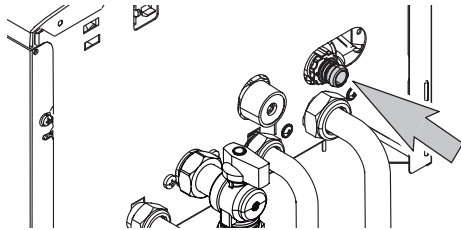

Figura 4.3
- Conecte la descarga de la válvula de seguridad a un embudo de descarga (Figura 4.3).